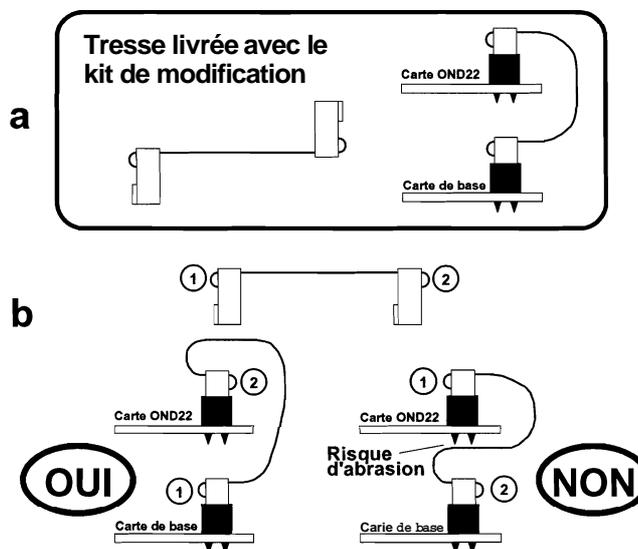

Figure 9 Pose de la tresse de liaison OND22 / OND04
- La tresse de liaison entre la carte OND22 et la carte OND04 fournie avec le kit de modification est symétrique, et son sens de montage est indifférent (Figure 9-a). Si, pour une raison quelconque, vous êtes amenés à utiliser une tresse non symétrique, respectez le mode de montage indiqué ci-dessous (Figure 9-b) pour éviter les risques d'abrasion de la tresse par les soudures de la carte OND22, susceptibles de provoquer des courts-circuits et d'entraîner des dysfonctionnements.